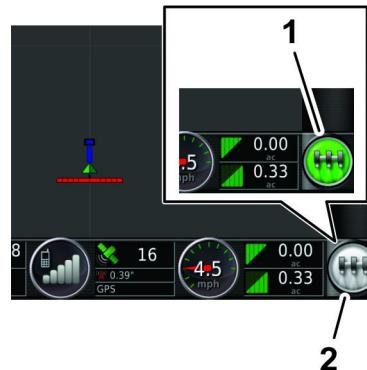

Figura 164
8. Sul quadro di comando di GeoLink, premete l'Icona dell'INTERRUTTORE PRINCIPALE (Figura 164) portandola su ACCESO (verde).